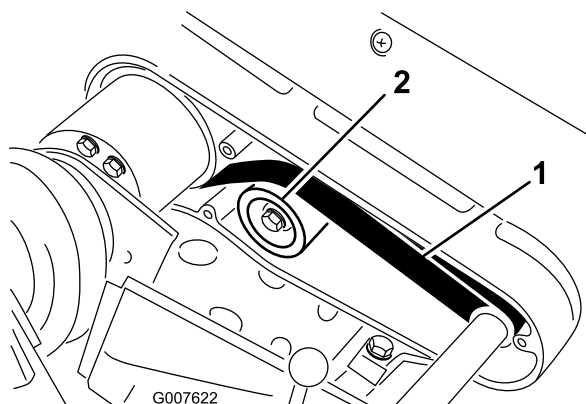

Figura 39
2. Controllate la tensione premendo la cinghia al centro tra le pulegge (Figura 39) con una forza di 22-26 N. La cinghia deve flettersi di 6 mm.
- A. Allentate il dado di fissaggio della puleggia tendicinghia e ruotate la puleggia in senso orario verso il retro della cinghia, fino a ottenere la tensione desiderata (Figura 39).